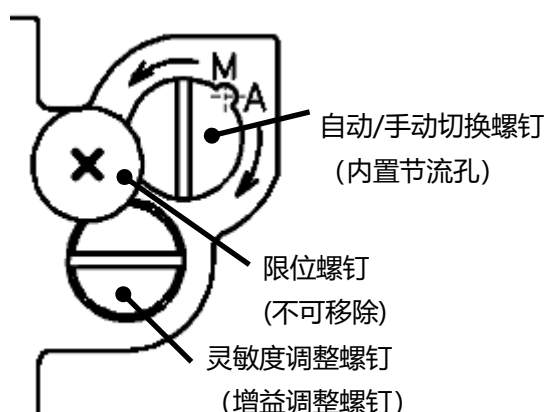

图17 先导阀
定位器出厂时，已调整过灵敏度调整螺钉（参考图17），输出压力已经调整为图18所示的最佳状态，通常毋须再调节。
(1) 通过向手动侧（M侧）旋转1/8圈，供给压力即可与OUT1输出接通。（参考图17）通过操作供给压力设定用减压阀，可以调节膜片阀或单作用执行器的手动行程。另外，可以通过旋转1/8圈实现手动切换，所以请在1/8 ~ 1/4圈的旋转范围内使用。
(2) 通常利用输入电流操作时，务必向自动侧（A）侧拧紧。（参考图17）